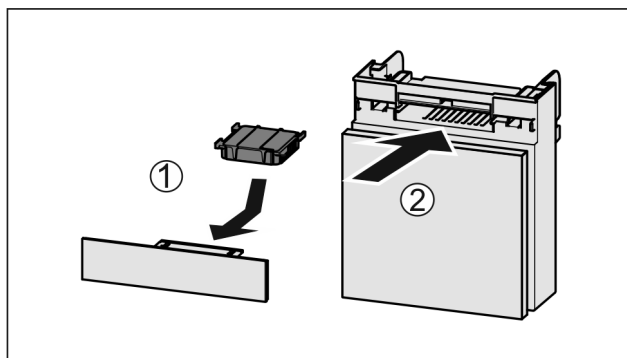

Fig. 173
- Sätt in Fig. 173 (1) aktivtkolfiltret enligt bilden.
- Skjut in Fig. 173 (2) lådan.